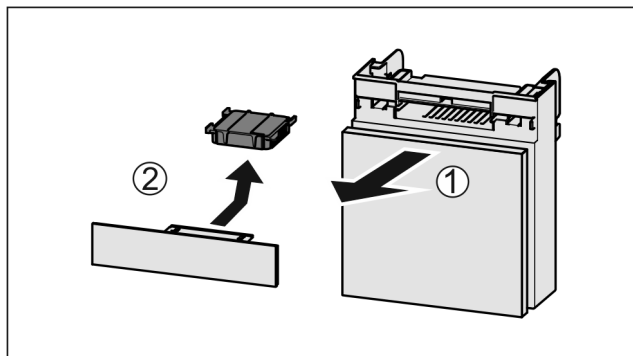

Fig. 126
- ▶ Wyciągnąć Fig. 126 (1) komorę do przodu.
- ▶ Wyjąć Fig. 126 (2) filtr z węglem aktywowanym.